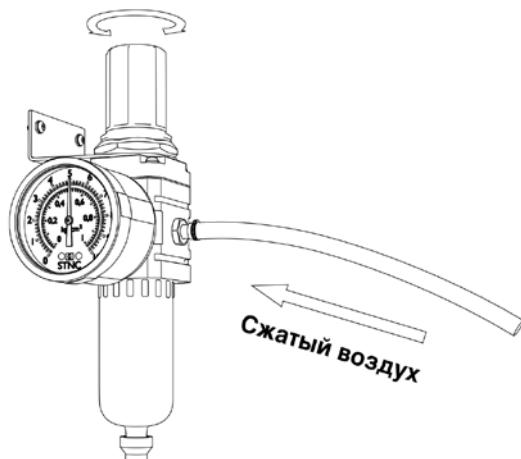

Рис. 8.4. Фильтр-регулятор аппарата воздушно-плазменной резки.
**ВНИМАНИЕ!** Давление сжатого воздуха должно быть постоянным и не ниже 0,5 мПа (См. рис. 8.4). При работе на низком давлении сжатого воздуха срок службы плазматрона сокращается.